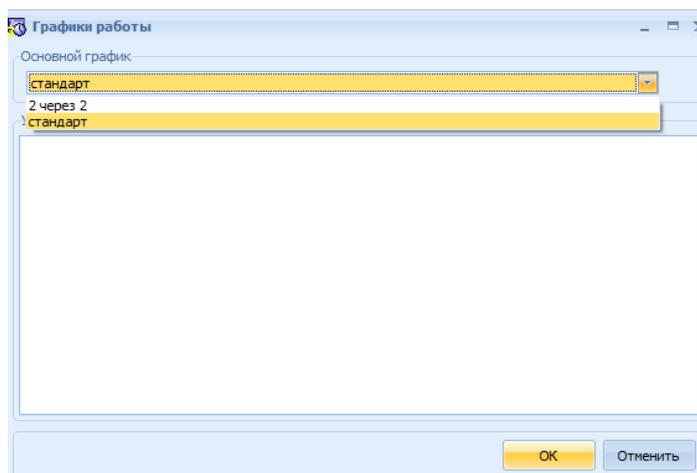

Рисунок 23.7 Окно «График работы»
- **График работы** – необходимо выбрать график работы, по которому будут работать сотрудники данного объекта. Для этого нужно нажать кнопку **Изменить**, в результате откроется окно «График работы», в котором следует выбрать график из списка имеющихся и нажать **OK** (Рисунок 23.7). Создание графиков работы описано далее. См. 23.6.